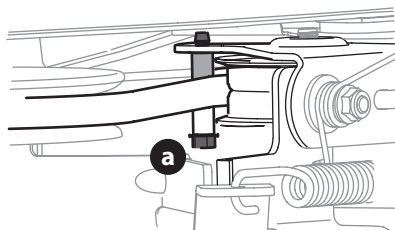

Figura 36
- Extraiga el guardacorrea (plataformas de 30" solamente) extrayendo el perno hexagonal (a) que la sujeta (Figura 36).